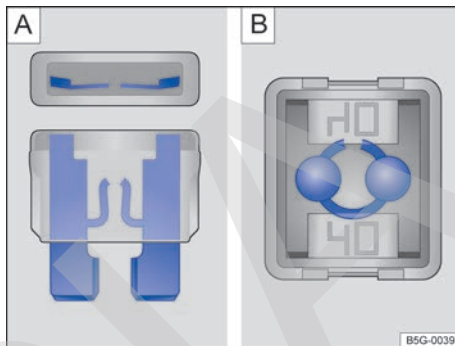

Fig. 200 Fusible fundido.
- Un *fusible enchufable plano* (ATO, MINI) fundido se reconoce por la tira de metal quemada visible desde arriba y desde los laterales a través de la carcasa transparente → fig. 200
- Un *fusible tipo bloque* (JCASE) fundido se reconoce por la tira de metal quemada visible desde arriba a través de la carcasa transparente → fig. 200